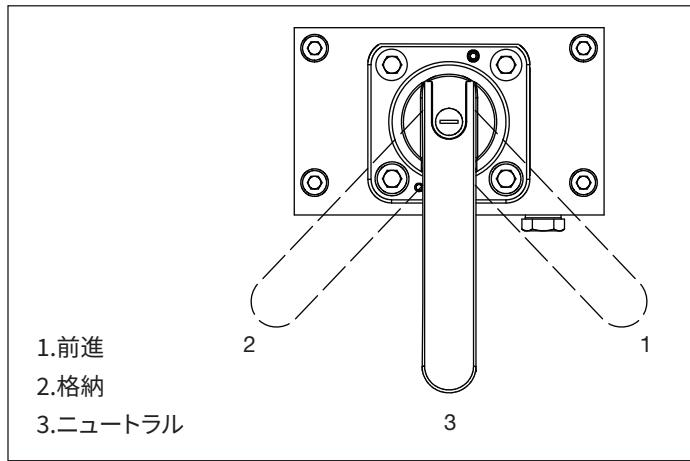
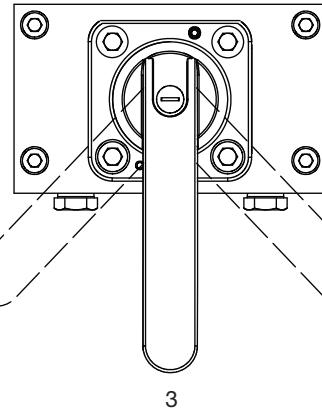
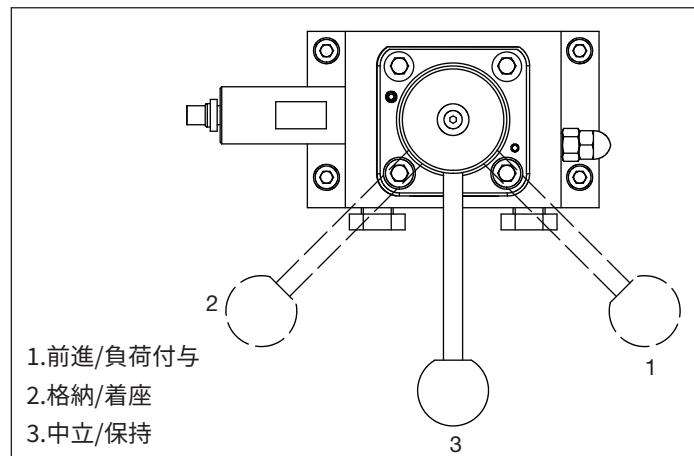

図7:VM33制御バルブの位置
図8:VM43制御バルブの位置
図9:VM43LPS制御バルブの位置
ZCシリーズの各コードレス電動ポンプには制御バルブが装備されています。制御バルブは、ポンプ前面にあるロータリーレバーで操作します。制御バルブの位置については、図7、図8、図9を参照してください。
4. 制御バルブのハンドルをニュートラル位置（「3」）へ回します。バルブハンドルの位置については、図7と図8を参照してください。
4. 制御バルブのハンドルをニュートラル/ホールド位置へ回します。バルブハンドルの位置については、図9を参照してください。